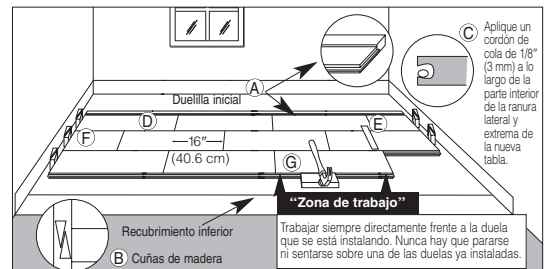

Figura 12
- Seleccione la primera tabla. Todas las instalaciones deben comenzar con el lado de la ranura contra la pared utilizando las tablas más largas disponibles. Aplique una gota de pegamento de 1/8" (3 mm) en la parte interior inferior de la ranura en el extremo de la tabla. No aplique pegamento en el lado de la ranura en este momento (Ítem C, Figura 12). Los productos que tienen la lengüeta extrema en el lado izquierdo deben ser instalados desde la derecha a la izquierda, las lengüetas opuestas deben ser instaladas desde la izquierda hacia la derecha. (Ítem D, Figura 12). Si se utilizó una tabla sacrificatoria, NO debe ser encolada a la primera hilera.
- Complete la primera hilera. Corte la última tabla dejando una separación de 1/2" (13 mm) entre la pared y el piso. (Utilice el extremo restante de la tabla cortada como una tabla de comienzo para cualquier hilera después de la tercera hilera). Instale una cuña en el extremo de la tabla entre el piso de madera y la pared dejando un espacio de expansión de 1/2" (13 mm). Evite la instalación en las primeras cuatro hileras de tablas que midan menos de 16" (40.6 cm). (Ítem F, Figura 12).
- Utilice una barra de tracción para tirar la última tabla desde el extremo opuesto. Instale cuñas en el espacio y apriete (Ítem B, Figura 12).
- Corte o utilice una tabla más corta para la primera tabla de la segunda hilera. Comience la segunda hilera aplicando una gota de pegamento de 1/8" (3 mm) a lo largo de la parte interior inferior de la ranura lateral y extrema de la nueva tabla. Instale la primera tabla de la hilera dos. Aplique una gota de pegamento en la parte interior inferior de la ranura extrema y lateral de la tabla siguiente e instálela. Cuando esté instalando las tablas, utilice un bloque de golpear contra la lengüeta, no la ranura (Ítem G, Figura 12). Golpee las tablas para colocarlas en su lugar con un martillo en el bloque de golpear. NO golpee el borde directamente con el martillo. Complete la segunda hilera hasta la cuarta usando esta misma técnica. Inserte cuñas en los extremos según sea necesario para restringir el movimiento del piso.